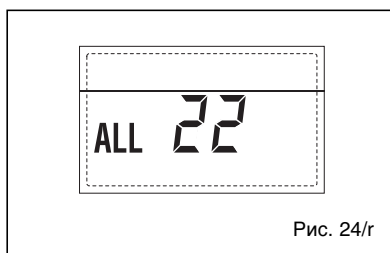

Рис. 24/r
– НЕПОЛАДКА ПОЛОМКИ ДАТЧИКА ПОДАЧИ ВТОРОЙ СМЕШАННОЙ ЗОНЫ “ТРЕВ 23” (рис. 24/s)